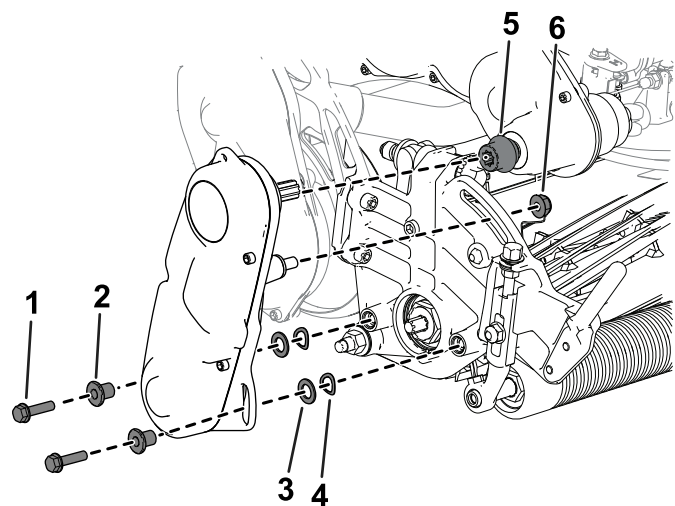

Рисунок 50
3. Снимите узел привода барабана в сборе с режущего блока (Рисунок 50) и сохраните крепёж.